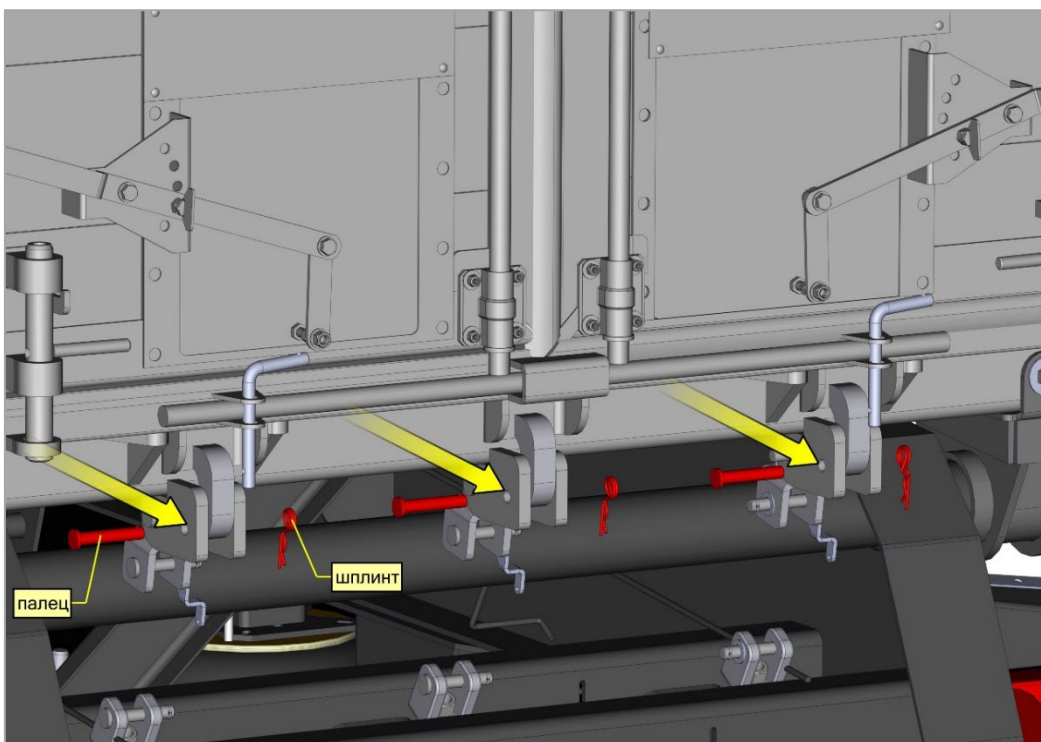

Рис. 38. Фиксация шплинтами
- установить пальцы в фиксаторы и зафиксировать шплинтами (Рис. 38) (комплект пальцев со шплинтами хранится в инструментальном ящике);